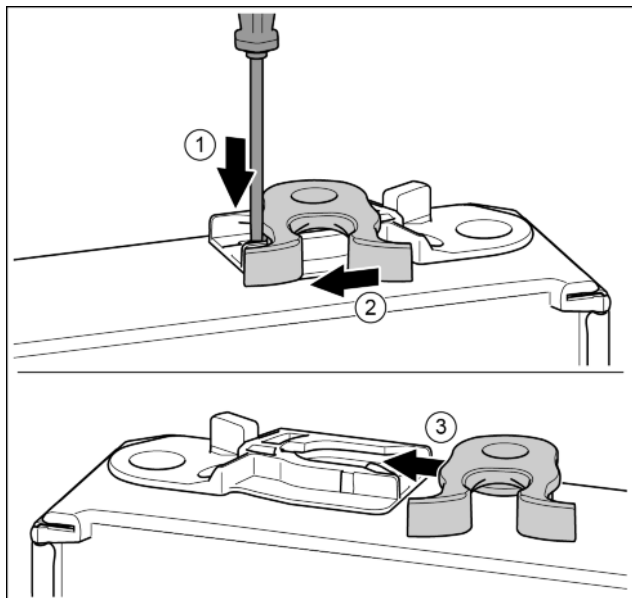

Fig. 17*
- Nyomja le a fedőlemezt csavarhúzóval. Fig. 17 (1)*
- Húzza ki a záróhorgot a vezetősínből. Fig. 17 (2)*
- Tolja be a záróhorgot a másik oldalon lévő vezetősínbe. Fig. 17 (3)*